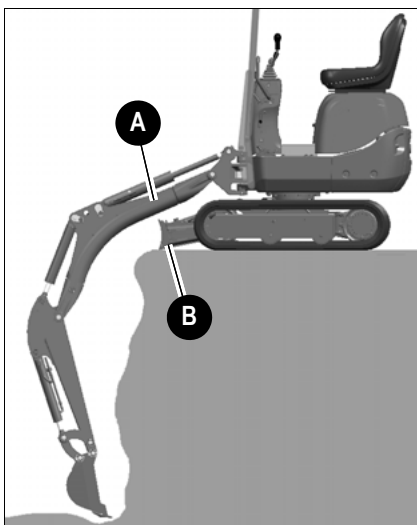

Fig. 182: Dyb udgravning
- Ved en dyb udgravning med dozerbladet B foran skal der sørges for, at udliggieren A ikke sidder fast på dozerbladet B . Fig. 182